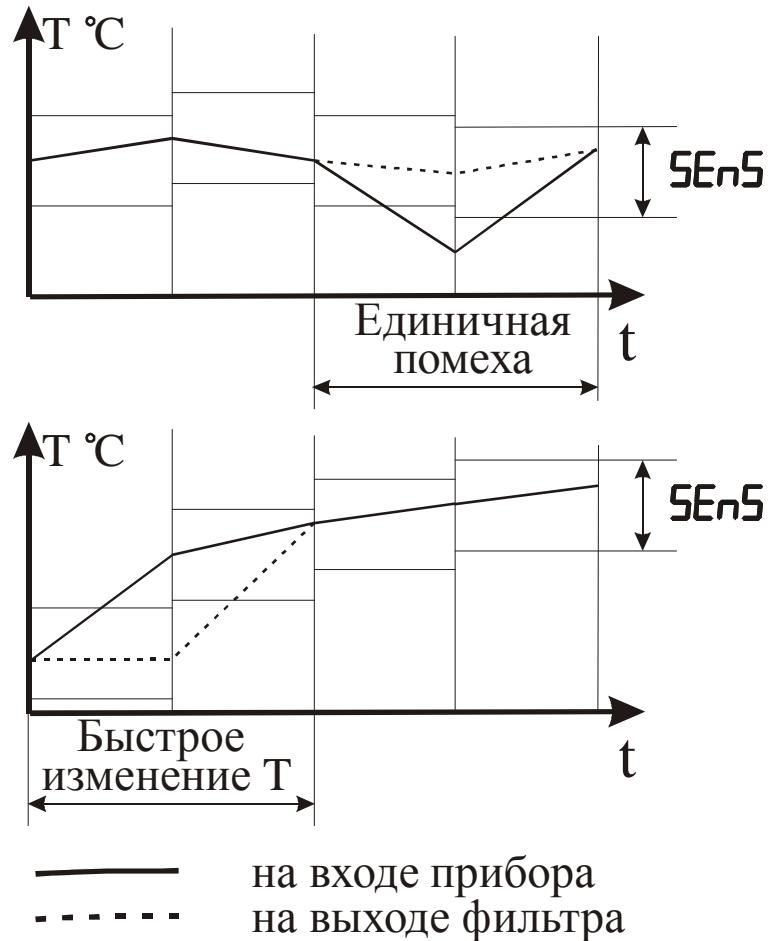

Рисунок 3.8 – Работа фильтра при воздействии случайной помехи и быстрым изменении сигнала
3.3.3.7 С целью уменьшения влияния случайных импульсных помех на показания в прибор введена цифровая фильтрация. Работа фильтра описывается параметром “Полоса фильтра”. Если текущее значение температуры отличается от результатов предыдущего измерения на значение, которое превышает указанное в параметре “Полоса фильтра”, то проводится повторное измерение температуры, а на индикаторе остается старое значение (см. рисунок 3.8).